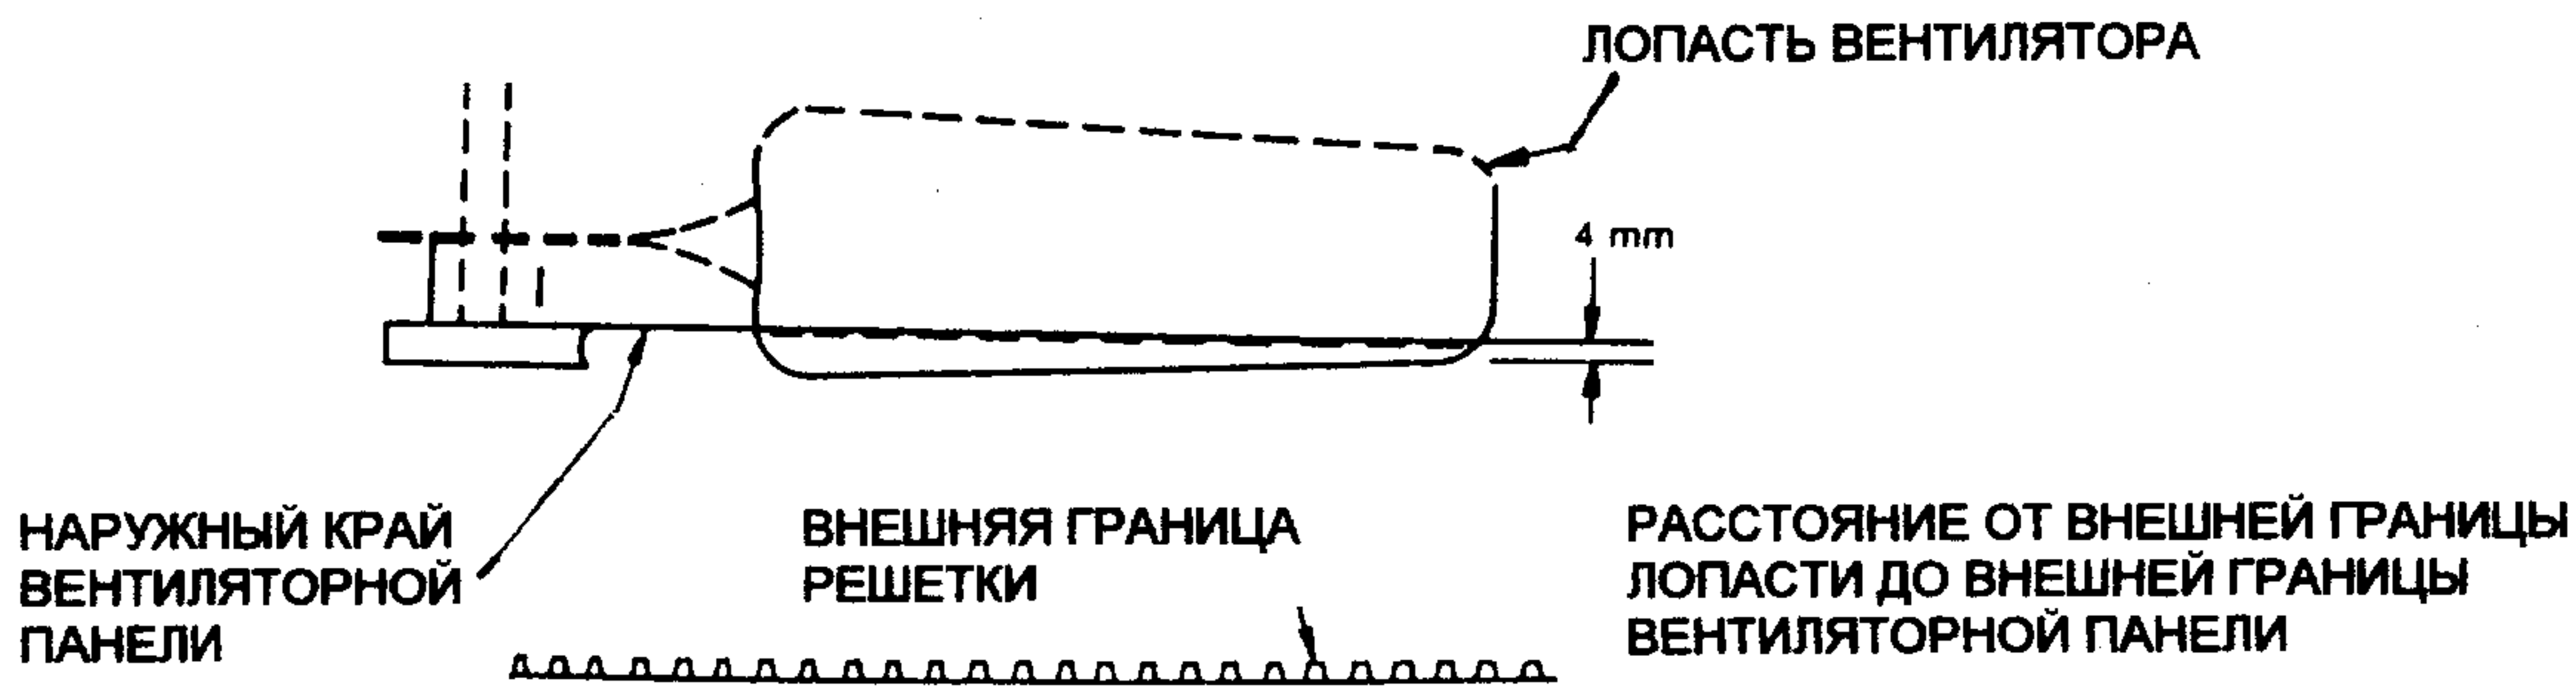

Рис. 5
**Вентилятор конденсатора** поддерживается усиленной проволочной опорой, фиксирующей электродвигатель в требуемом положении. Правильное положение вентилятора - смотри рис.5.